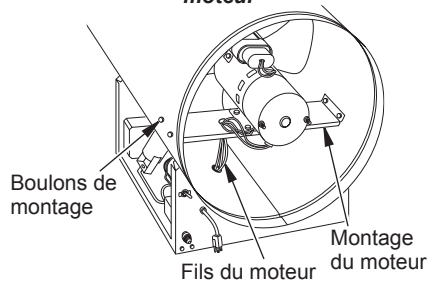

Figure 6 - Emplacement du ventilateur et du moteur
20. Acheminez les fils du moteur à travers l'orifice au fond de l'habillage (voir figure 6, page 7).